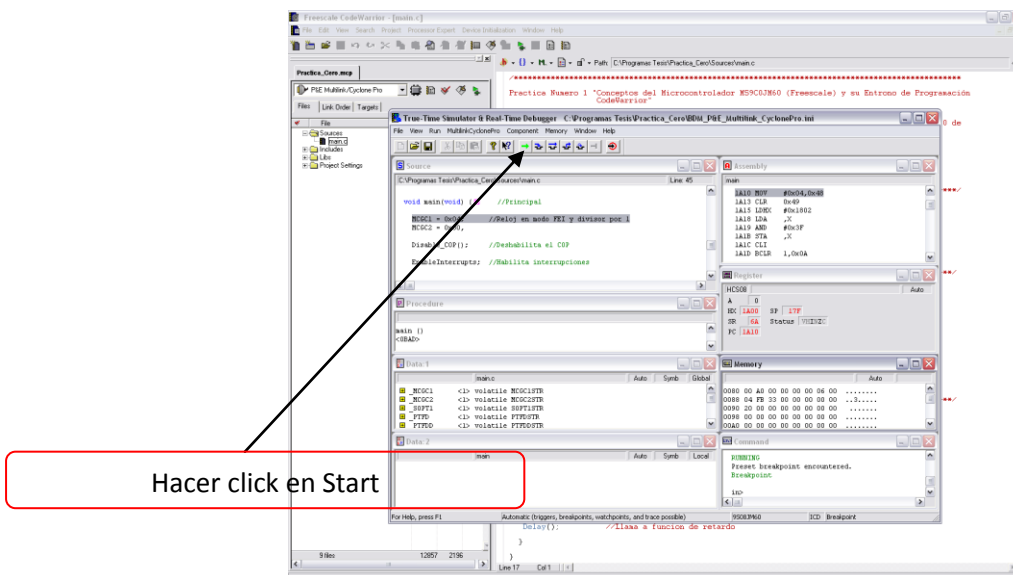

Figura 3.15 Para iniciar, la ejecución del programa en tiempo real en la memoria del microcontrolador.
9. Al dar clic en **Start** el programa se ejecutará en tiempo real, observar el comportamiento, figura 3.15.